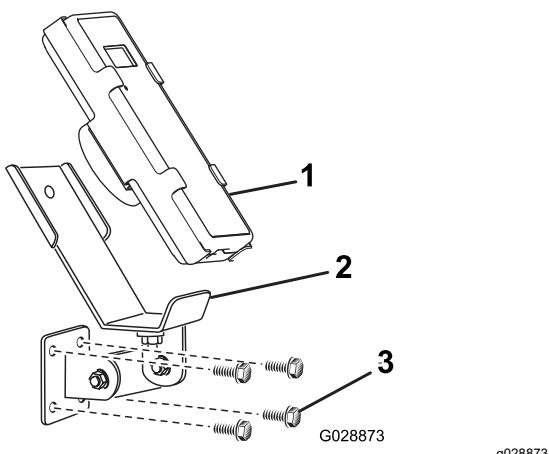
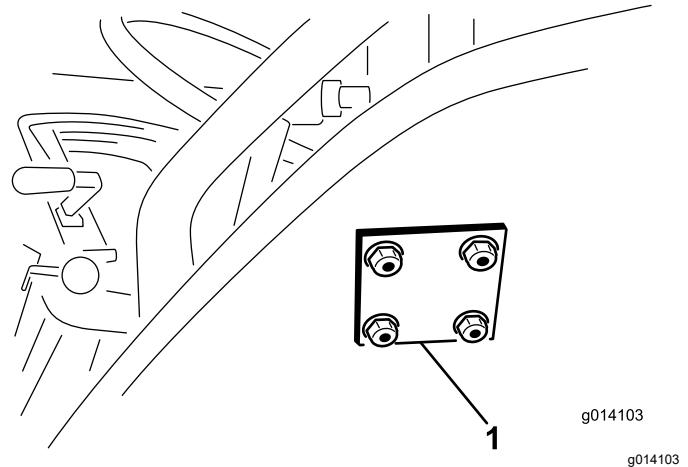

Figure 10
Figure 11
3. Fixez le support et la plaque d'appui avec 4 boulons à embase (5/16" x 1 1/2") et contre-écrous à embase (Figure 10 et Figure 11).